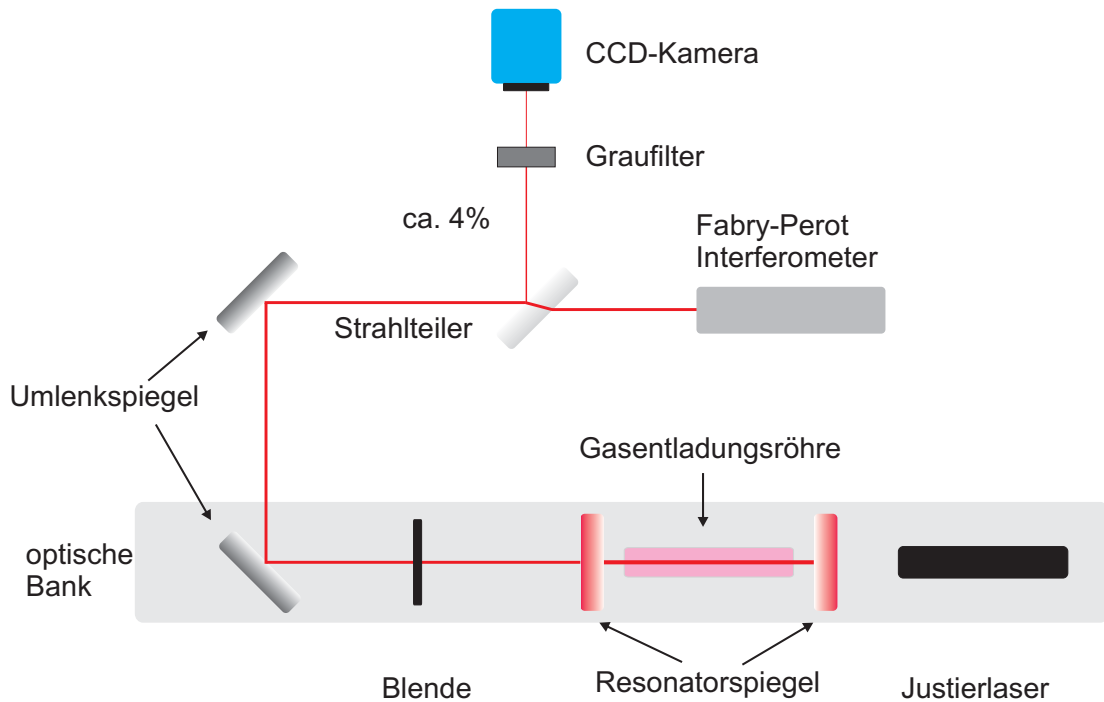

Abbildung 8: Schematische Darstellung des Aufbaus zur Untersuchung der longitudinalen und transversalen Moden des HeNe-Lasers
5. **Justage des Aufbaus zur Untersuchung der Laserstrahlung:** Zum Vermessen der transversalen und longitudinalen Moden verwenden Sie bitte den in Abb. 8
- **Justage auf die CCD-Kamera:** Zum Umlenken des Laserstrahl auf die CCD-Kamera verwenden Sie einen Strahlteiler (siehe Abb. 8). Befestigen Sie die CCD Kamera so, dass der Laserstrahl möglichst mittig auf die Abdeckung der Kamera trifft. Der Strahlteiler befindet sich in einem justierbaren Halter, verwenden Sie diesen Halter, um den Laserstrahl genau mittig auf die CCD-Kamera zu lenken. Damit die CCD Kamera nicht übersteuert, muss ein Graufilter vor der Kamera angebracht werden. Der verwendete Graufilter hat eine optische Dichte von 2. Bringen Sie den Graufilter in den Strahlengang. Stellen Sie sicher, dass das USB Kabel der Kamera am PC eingesteckt ist und starten Sie das Programm 'IC Capture 2.2' (Icon auf dem Desktop). Sie sollten sofort ein Live-Bild der Kamera erhalten.